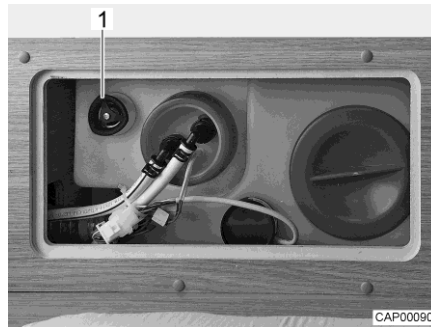

Bild 70 Vattentank med ratt
- Vrid ratten (Bild 70,1) på vattentanken moturs mot motståndet till stoppläget för att öppna utloppsöppningen helt.